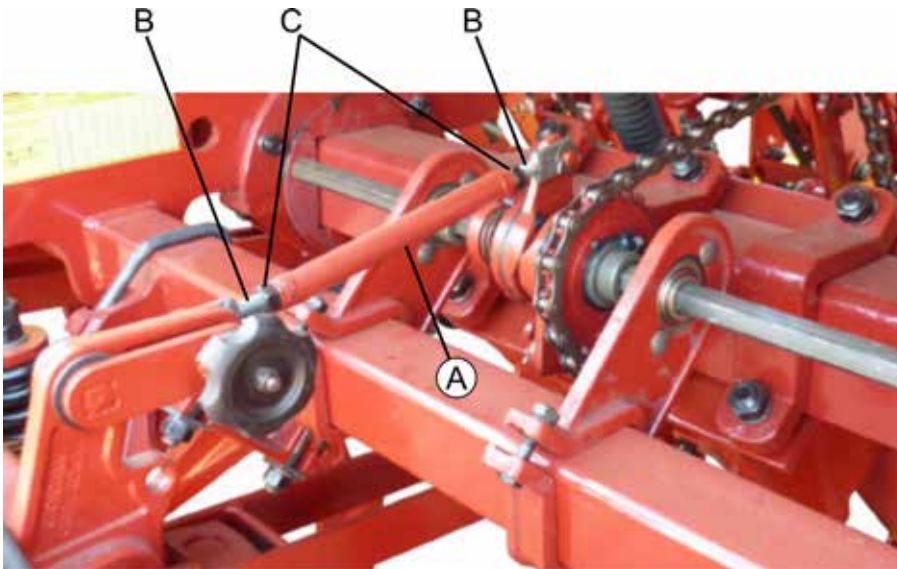

fig. 25
Ajuste a haste reguladora (A) (fig.25), de tal forma que permita um maior ou menor tempo de abertura e acionamento da catraca, através do fuso (B) e das porcas (C).